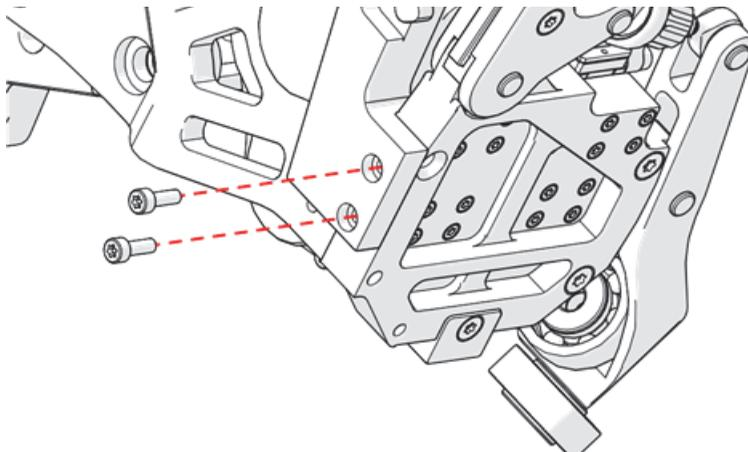

Figure 2-29 Retrait des vis du bras du chariot moteur
9. Retirez les deux vis du bras du chariot moteur (Figure 2-29 à la page 111).